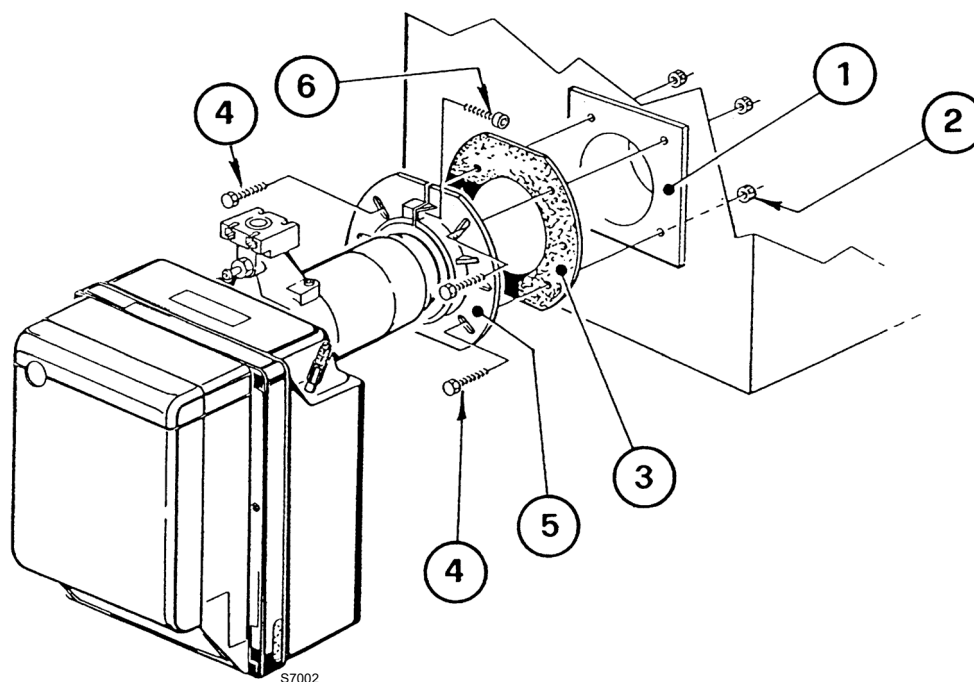

Fig. 11
- Fixe na porta da caldeira 1)(Fig. 11) a flange 5) interpondo a proteção isolante 3) mediante os parafusos 4) e (se necessário) as porcas 2), mas mantendo frouxo um dos dois parafusos superiores 4).